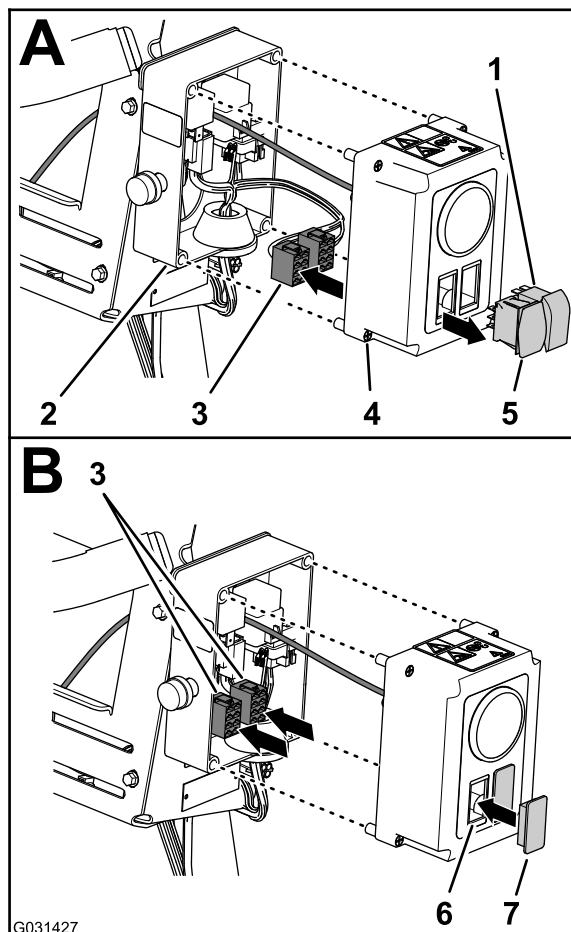
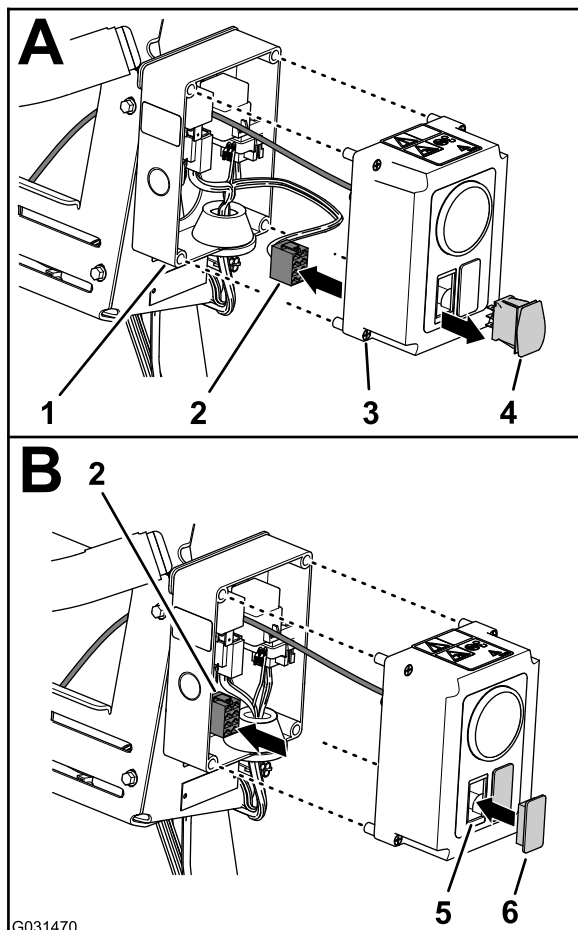

Рисунок 15
Рисунок 16
- A. Отсоедините два 8-гнездовых разъема жгута проводов блока управления от переключателя регулировки давления и двухпозиционного переключателя (Рисунок 15).
- B. Проложите два 8-гнездовых разъема внутрь блока управления (Рисунок 15).
1. На блоке управления комплекта электрического шлангового барабана полностью ослабьте 4 винта крепления крышки блока управления и осторожно вытяните крышку наружу (Рисунок 15)
переключатели из крышки блока управления (Рисунок 15).
А. Отсоедините 8-гнездовые разъемы жгута проводов блока управления от переключателя регулировки давления (Рисунок 16).
В. Проложите 8-гнездовой разъем внутри блока управления (Рисунок 16).
С. Сожмите фиксирующие выступы переключателя и выдавите переключатель из крышки блока управления (Рисунок 16).
3. Совместите заглушку (заглушки) переключателя с отверстием (отверстиями) в крышке, откуда были извлечены переключатели (Рисунок 15 и Рисунок 16).
4. Вставьте заглушку (заглушки) переключателя в крышку до срабатывания защелки, которая надежно зафиксирует ее в крышке (Рисунок 15 и Рисунок 16).
5. Совместите крышку с блоком управления и прикрепите ее к блоку при помощи 4 винтов (Рисунок 15).